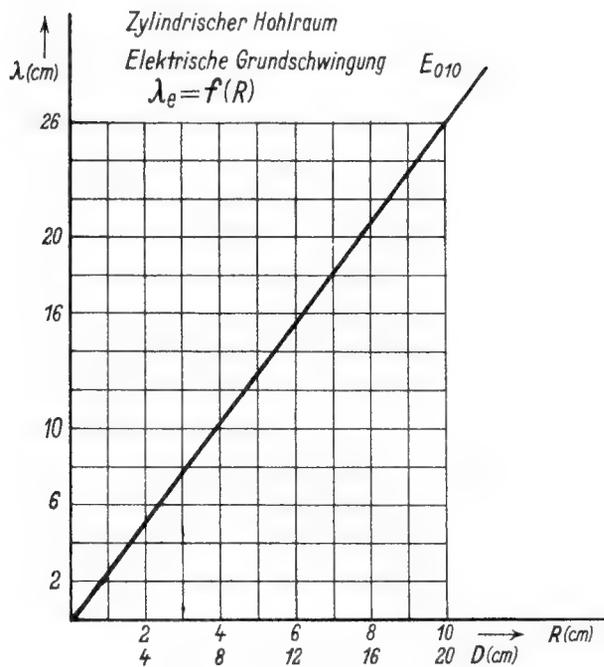

Bild 1. Die elektrische Grundschnwingung E₀₁₀ im zylindrischen Hohlraum
1. Resonanzwellenlänge λ_e (Bild 1)